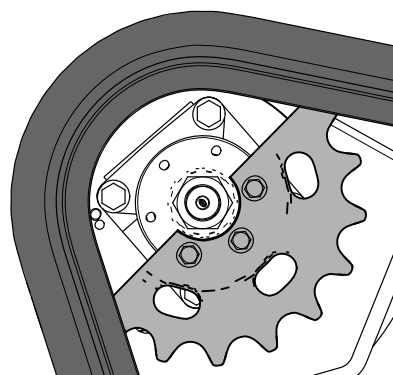

Figura 63
11. Spostate in avanti il comando della trazione fino a quando l'altra metà della ruota conduttrice non è innestata nel cingolo (**Figura 63**).